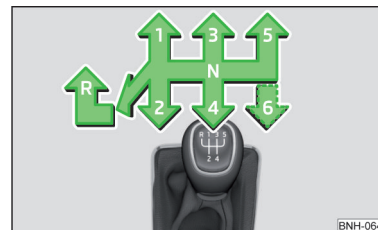

Abb. 188
Auf dem Schalthebel ist das Schaltschema für die einzelnen Gangstellungen dargestellt » Abb. 188.
- › Den Schalthebel nach unten drücken, völlig nach links und dann nach vorn in **R**-Stellung stellen » **Abb. 188**.